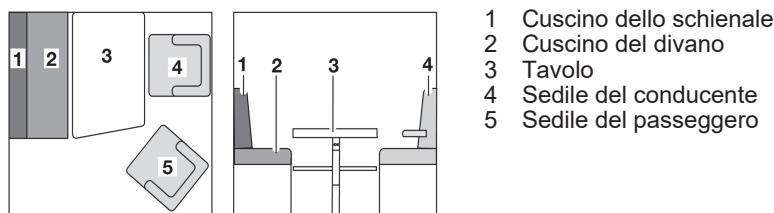

Fig. 58 Prima della trasformazione
- Ruotare il sedile del conducente (Fig. 58,4) con lo schienale verso la porta del conducente.
- Ruotare il sedile del passeggero (Fig. 58,5) con lo schienale verso la porta del passeggero.
- Trasformare il tavolo (Fig. 58,3) in struttura di supporto letto (vedi paragrafo 7.8).